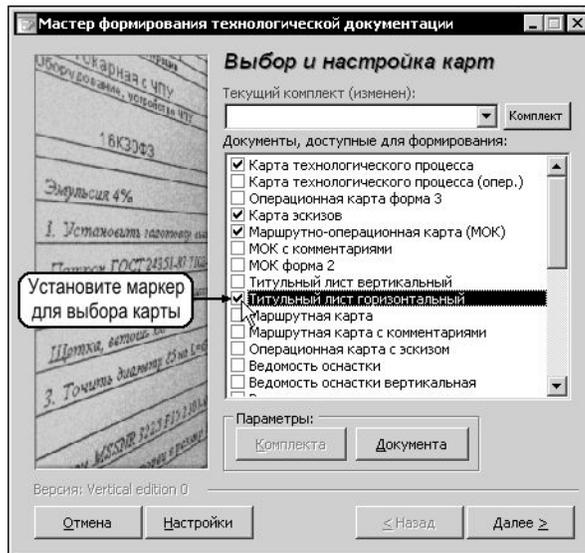
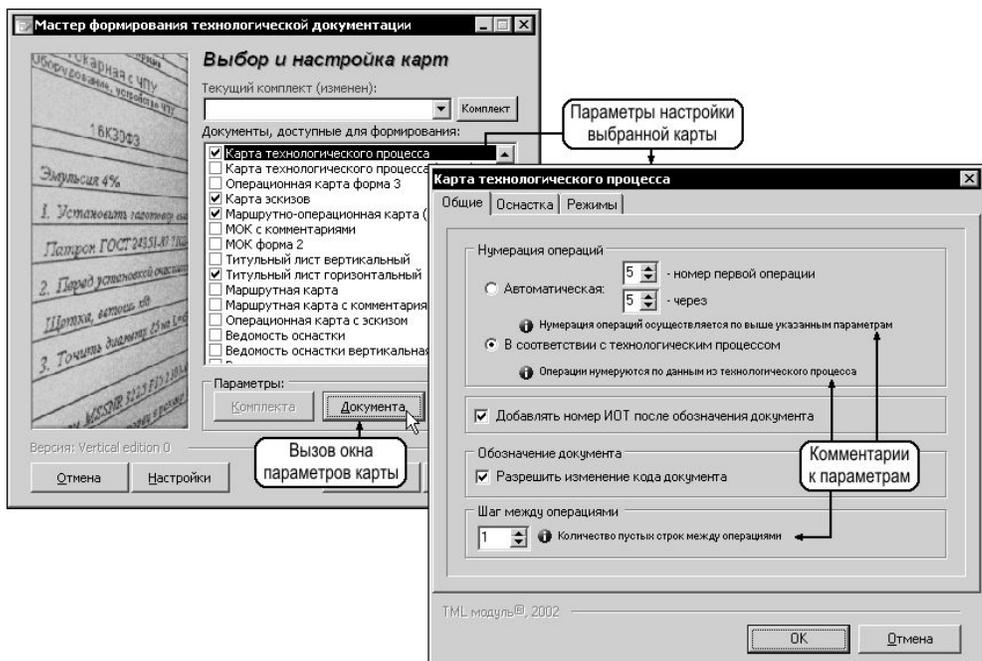

Рис. 11.1. Мастер формирования технологических карт. Окно Выбор и настройка карт
Рис. 11.2. Доступ к настройкам параметров карты
Первое окно Мастера формирования комплекта технологических карт (окно **Выбор и настройка карт**) представлено на рис. 11.1. В центральной части окна расположен список карт, которые могут быть сформированы для техпроцесса.
Выбор технологической карты для формирования осуществляется установкой маркера напротив карты в списке (рис. 11.1). Нажатие кнопки **Документа** в группе **Параметры** вызывает окно настроек текущей карты (рис. 11.2). Параметры настройки зависят от типа выбранной карты и распределены по вкладкам. Рядом с каждым параметром приведен комментарий по его настройке.
| Настройки            | Вызов окна настройки для технологической карты, указанной курсором (рис. 11.2).   |
2. Сформируйте список карт, входящих в комплект (см. рис. 11.1 в разделе 11.2).